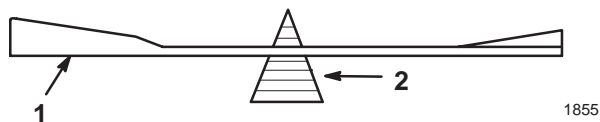

Figure 27
2. Vérifiez l'équilibre de la lame en la plaçant sur un équilibreur (Fig. 27). Si la lame reste horizontale, elle est équilibrée et peut être utilisée. Si la lame est déséquilibrée, limez un peu le dos de la lame. Vérifiez de nouveau et répétez la procédure jusqu'à ce que la lame soit équilibrée.